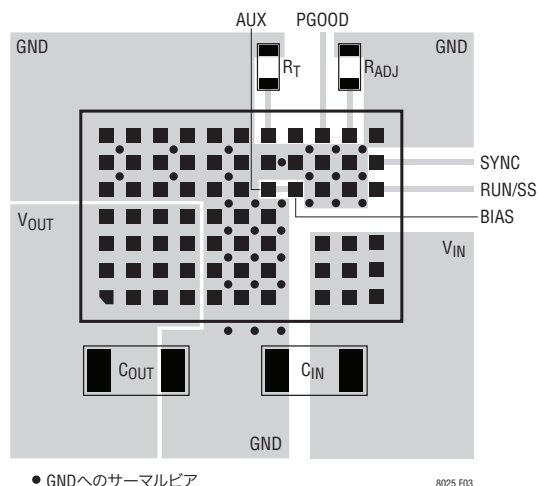

図3. 推奨外部部品、GNDプレーンおよびサーマル・ビアを示すレイアウト
PCBのレイアウトに関連したやっかいな問題のほとんどはLTM8025による高度の集積化によって緩和ないし除去されました。とはいえ、LTM8025がスイッチング電源であることには変わりはないので、EMIを最小に抑えて正しい動作を保証するには注意を払う必要があります。高レベルに集積化されていても、レイアウトが良くないと規定動作を実現できないことがあります。推奨レイアウトについては図3を参照してください。接地とヒートシンクに問題がないことを確認します。
6. 十分なヒートシンク効果を与えるため、ビアを使って、GND銅領域をボードの内部グラウンド・プレーンに接続します。これらのGNDビアを多数分散配置して、プリント回路基板の内部プレーンへの十分なグラウンド接続と熱経路の両方を与えます。図3のサーマルビアの位置と密度に注意してください。それらは内部の電力を処理する部品に近接しているので、これらの位置で内部GNDプレーンに接続されているビアによって与えられるヒートシンク機能からLTM8025は恩恵を得ることができます。サーマルビアの最適個数はプリント回路基板の設計に依存します。たとえば、ある基板では非常に小さなビア孔を使うことがあります。この場合、大きな孔を使う基板に比べて多くのサーマルビアを採用します。